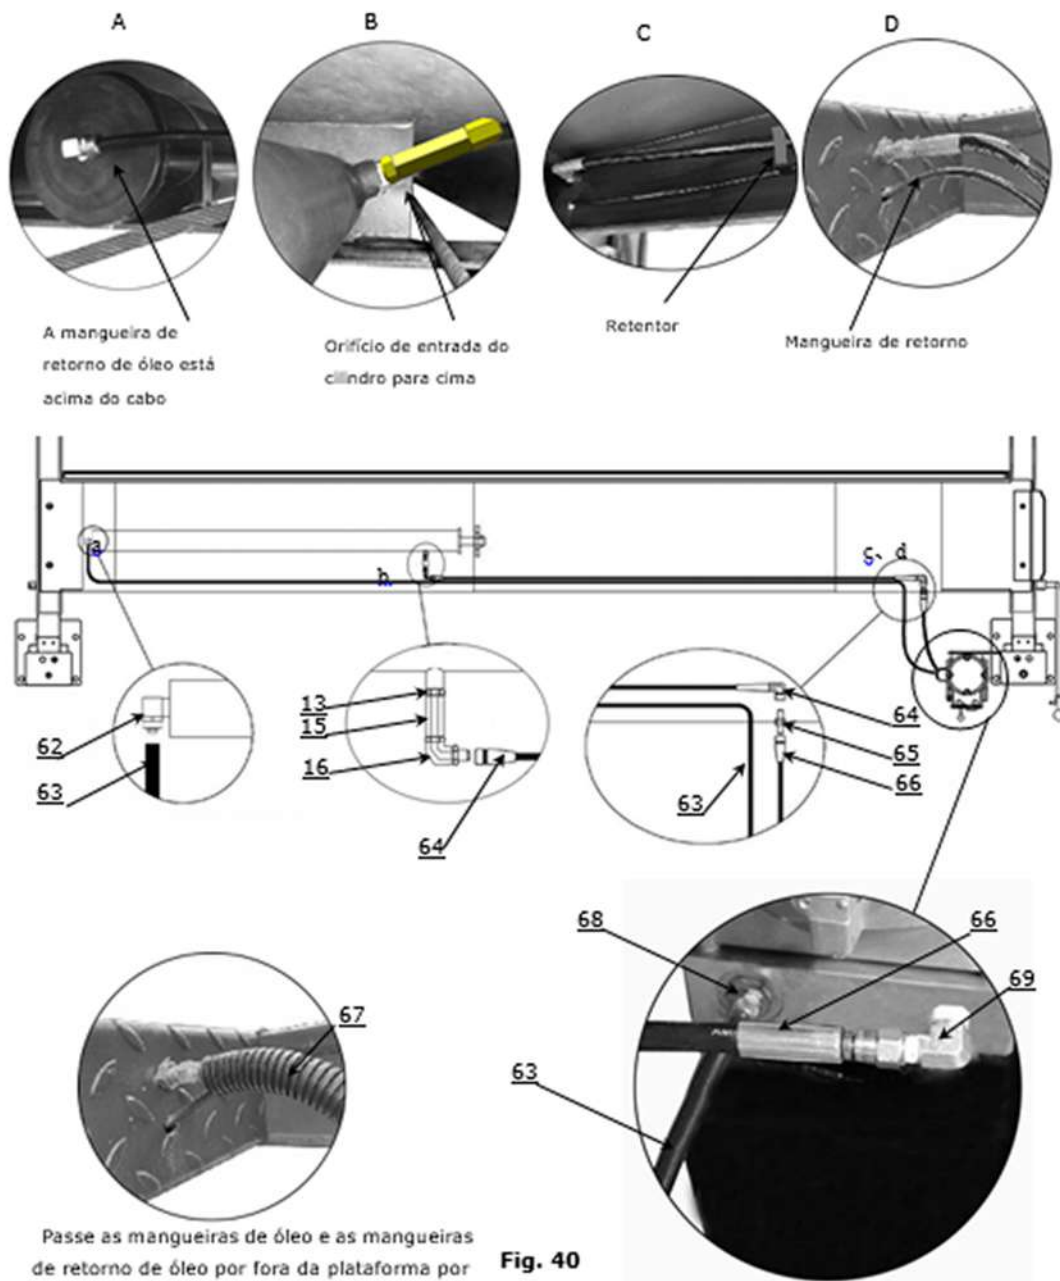

Fig. 40
1. Para a unidade de força, instale-a na coluna ao lado da barra transversal A (ver Fig. 40).